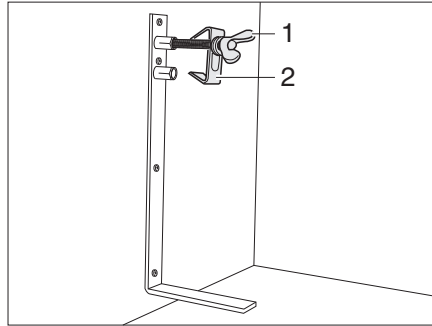

Bild 169 Ersatzrad-Halterung
- Die Schraube (Bild 169,1) lösen und mit der Zentrierung (Bild 169,2) abnehmen.